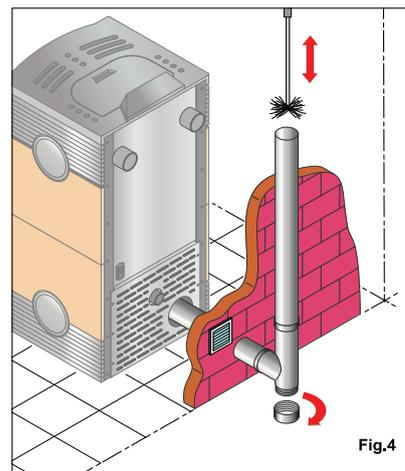

Fig.4
- **Verificare eventuali ostruzioni del condotto fumi prima della riaccensione, dopo un periodo prolungato di inattività (fig.4).**